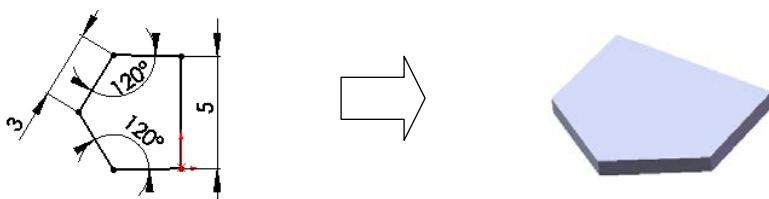

图 10.2.7 用“封闭环横断面草图”创建基体-法兰
下面以图 10.2.7 所示的模型为例，说明用“封闭环横断面草图”创建基体-法兰的一般操作过程。
Step3. 定义特征的横断面草图。选取前视基准面作为草图基准面，绘制图 10.2.7 所示的横断面草图。
(1) 定义钣金参数。在“基体法兰”对话框 **钣金参数(S)** 区域的 **厚度(T)** 文本框中输入厚度值 0.50mm。
(2) 定义钣金折弯系数。在 **折弯系数(K)** 区域的下拉列表中选择 **K 因子** 选项，在 **K 因子** 文本框中输入值 0.5。
(3) 定义钣金自动切释放槽类型。在 **自动切释放槽(A)** 区域的下拉列表中选择 **矩形** 选项，选中 **使用释放槽比例(B)** 复选框，在 **比例(L):** 文本框中输入比例系数值 0.5。